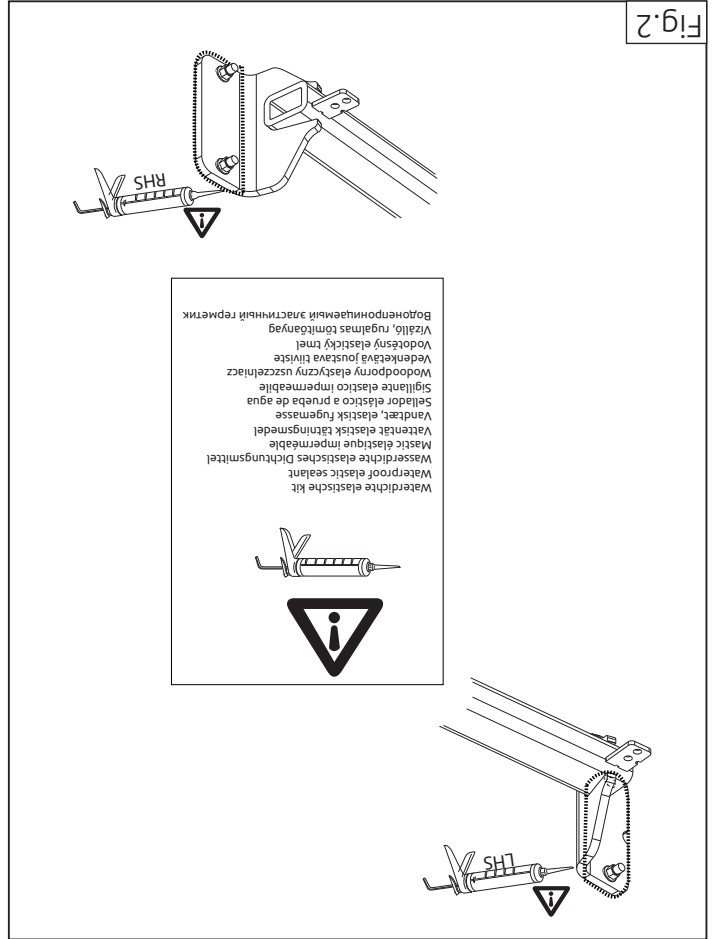

Fig. 2
7. **Kit de aangegeven delen af. (zie fig. 2)**
7. **Seal the portions indicated (see fig. 2).**
7. Die angegebenen Teile kiten (siehe Abb. 2).
7. **Boucher les parties indiquées (voir la fig. 2).**
7. **Tillsätt delarna enligt figuren (se fig. 2).**
7. **Sellar con pegamento las partes indicadas (véase la fig. 2).**